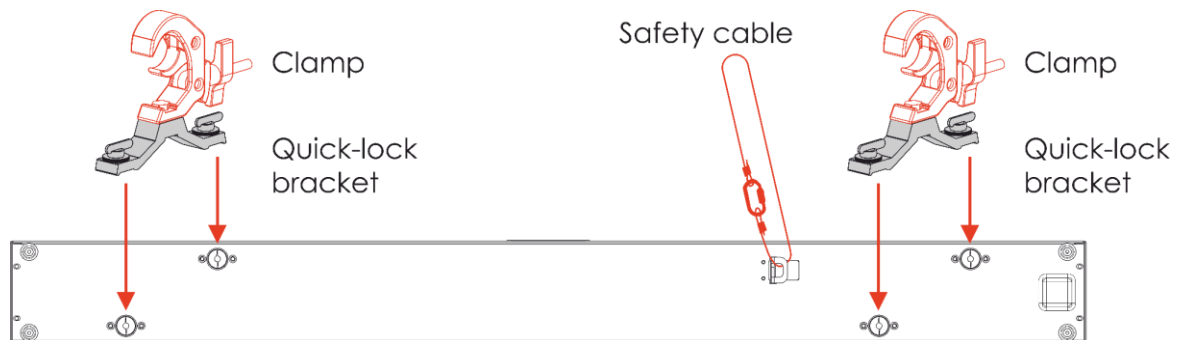

Abb. 05
- 02) Bringen Sie die Halbkupplung(en) wie in Abb. 05 an. Verwenden Sie nur Schellen, die dazu geeignet sind, das Gerät an einer Traverse zu befestigen.
- 04) Sichern Sie das Gerät mit einer Sekundäraufhängung, z. B. einem Sicherheitskabel. Stellen Sie sicher, dass die Sekundäraufhängung das 10-fache Gewicht des Geräts tragen kann. Wenn möglich, sollte die Sekundäraufhängung unabhängig von der Primärhalterung an der Tragstruktur befestigt werden. Führen Sie das Sicherheitskabel durch den Sicherheitsring wie in Abb. 05 gezeigt.